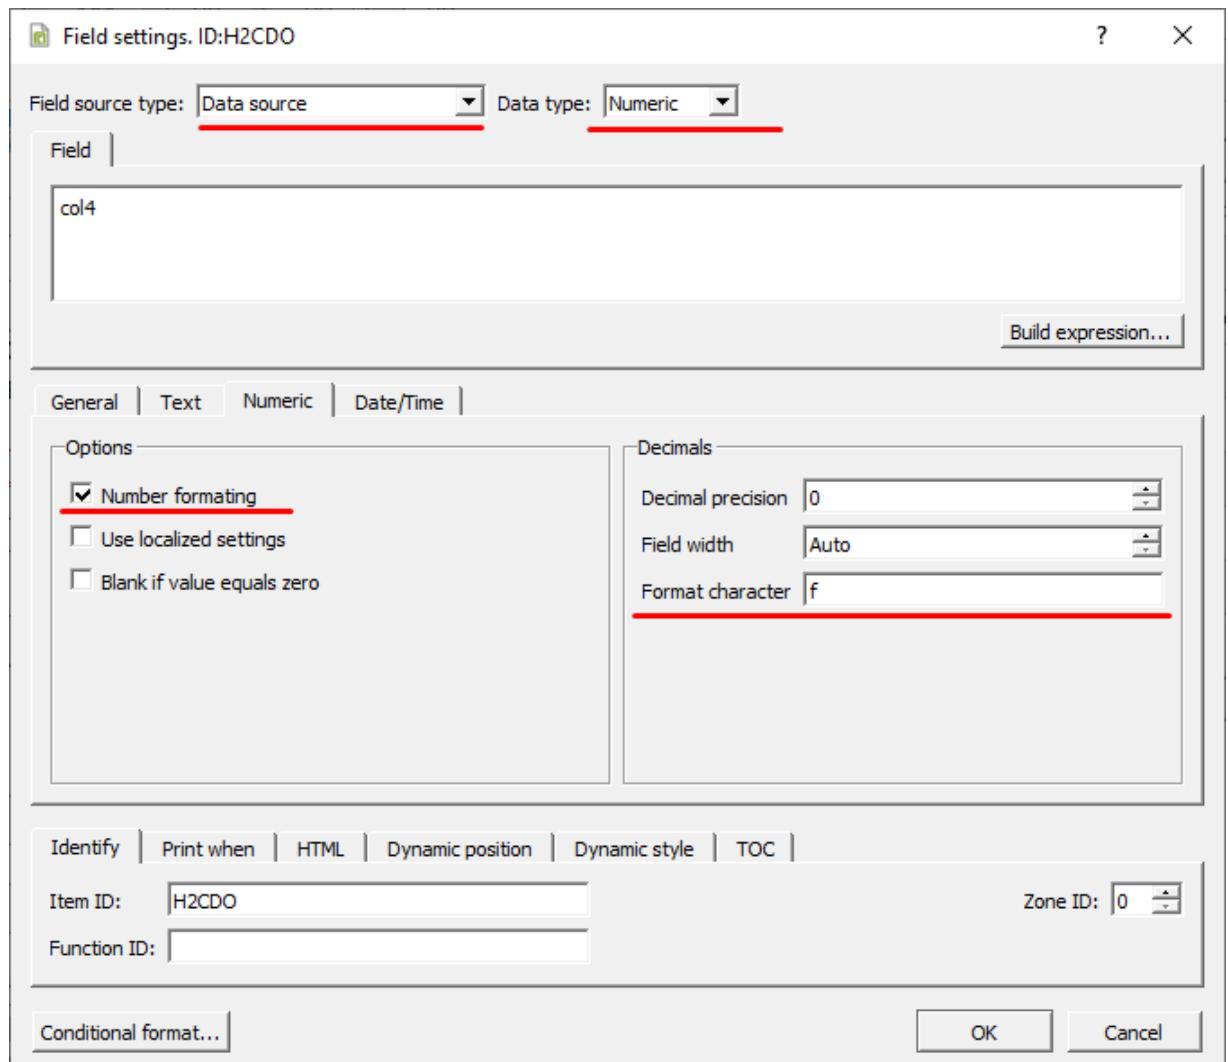

Рисунок 163 - Настройка табличных данных
5. Для колонки значения сигнала в графе **Field source type** выберите **Data Source**, в графе **Data type – Numeric**, в графике **Numeric** выделите **Number formating** и **Format character = f** (Рисунок 163).